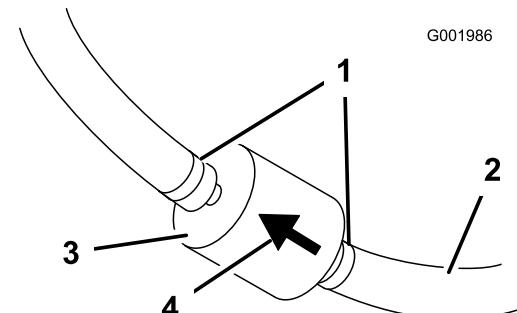

図 55
5. 古いフィルタのクランプをゆるめて脇に寄せ（図 55）。